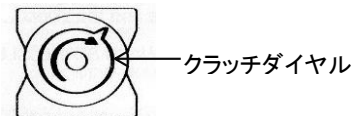

図9-2(クラッチロックの位置)
5. クラッチダイヤルをロックの位置に戻し、ドラムを再度かみ合わせます。(図9-2)